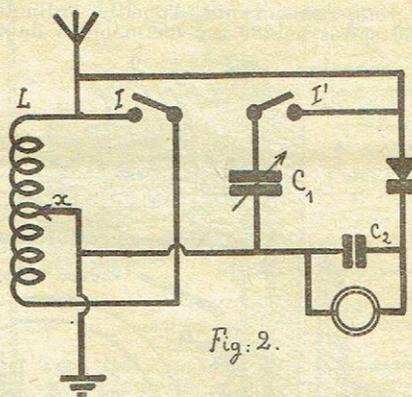
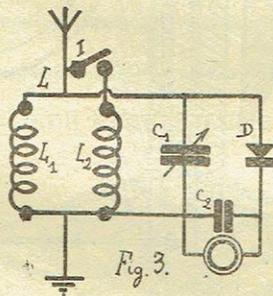

Fig. 2.
Fig. 3.
On obtient ainsi les enregistrements des figures 2, 3 et 4.
La figure 2 représente l'établissement d'un courant et la rupture dans une self à noyau de fer. L'espace R R' est de 1/1.500^e de seconde.
La figure 3 représente l'établissement et la rupture d'un courant continu dans une self sans fer, avec un condensateur à la coupure de 4 micros. On remarque les oscillations qui se produisent, à la fréquence de 1.800 par seconde.
La figure 2 fait voir les ondes que créent dans l'air les vibrations de la parole. Les molécules mises en mouvement se ruent en foule dans des directions différentes, en vagues successives.
La figure 3, qui reproduit en grossissement l'ovale inscrit dans la représentation des ondes de la figure 2, a pour but de fournir une image plus intelligible du mouvement vibratoire de l'air. Les molécules y sont représentées par des myriades de pe-
tits gnomes lancés plus ou moins violemment les uns sur les autres, selon le plus ou moins d'ampleur des ondes sonores. Une expérience facile à réaliser permet de discerner les oscillations de celles-ci. Si l'on émet un cri à l'entrée d'une salle voûtée, choisie aussi basse que possible, on entendra ce cri se propager dans l'air par vagues successives, tel que les représentent les ombres de la figure 2.
(1) Nous n'avons pas cité, à dessein, la *Self Multidyne*, qui diffère, tant par son principe que par sa réalisation, des systèmes réducteurs envisagés.
à prises (L) montée suivant le schéma de la figure 2, le curseur étant au point milieu α et l'interrupteur I étant ouvert, nous trouvons entre α et la base de L un *bout-mort* égal, évidemment, à la demi-longueur de la self totale.
Fermons maintenant l'interrupteur I et dressons l'équivalence électrique du nouveau montage (figure 3).
Nous verrons, en appliquant la célèbre formule de Thomson, que la *plage de réception* du poste a été considérablement rognée et que le *bout-mort* (de α à la base de la self, fig. 2) a consécutivement disparu. Il est dissous, mort, et même plus que mort, puisqu'il n'en reste plus le moindre vestige. Mais il pourrait fort bien ressusciter si nous rouvrons l'interrupteur I, qui, contrairement à tout ce qui a été fait jusqu'à ce jour, ne court-circuite absolument rien.
Nous avons vu que la fermeture de I revenait à monter deux selfs L^1 et L^2 en parallèle (par conséquent sans *bout-mort*) ; que ces deux bobines ainsi disposées avaient une self totale plus petite que la self de l'une d'elles, observation qui nous permettra de tracer un nouveau schéma *électriquement équivalent*, dans lequel la self totale sera inférieure au produit par deux de l'inductance initiale (L de la fig. 3).
Nous avons représenté une galène pour plus de simplicité. Toutes les valeurs sont classiques. α est la *prise médiane* de la fig. 3. On retrouve le schéma de cette figure (pointillé gras) en fermant l'inverseur I sur B : I' ouvert et I' fermé. Le second montage (pointillé fin) s'obtient en amenant I sur A, en liaison électrique avec C^2 et C^3 (prises nodales). Le point α , primitivement *point milieu*, devenant la *base de la nouvelle self*.
accidentel de la fraction terminée (fig. 2).
On peut aussi, comme le montre la figure 3, ramener les prises à l'intérieur du *stator* et les terminer à des vis à tête cylindrique placées au bord du *stator*, ce qui permet de faire aboutir aux plots des connexions rigides plus solides et aussi plus esthétiques que les connexions souples.